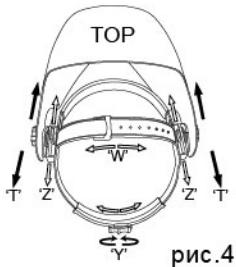

рис.4
Длину окружности оголовья можно увеличить или уменьшить, вращая ручку с нажатием на затылочной части оголовья (см. «Y» на рис.4). Это можно сделать не снимая маски и позволяет получить натяжение, необходимое для надежной фиксации сварочной маски на голове.
- Если наголовник сидит на голове слишком высоко или слишком низко, отрегулируйте ремень, который проходит через макушку. Для этого ослабьте конец ремня, выдавив стопорный штифт из отверстия в ремне. Переместите две части ремня относительно друг друга на требуемую длину и вставьте стопорный штифт в ближайшее отверстие (см. W на рис.4).
Шаг 1: Ослабьте гайку фиксатор (см. "T" на рис.4), для регулировки расстояния между лицом и светофильтром
Шаг 2: Ослабьте гайку фиксатор и двигайте маску к или от вашего лица (см. регулировку «Z» на рис.4). Убедитесь, что расстояние между обоями глазами и